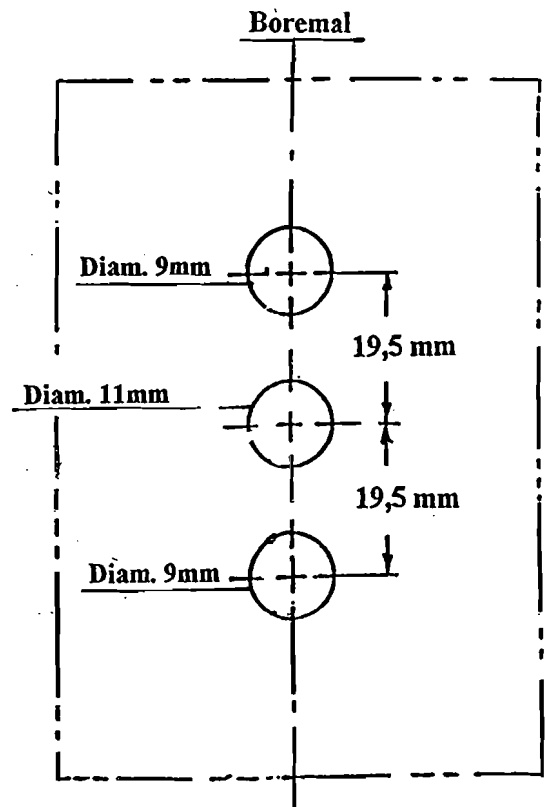

Fig. 1
- 1) Bor 3 stk hull i 2. seksjon med diam. 11 og 9 mm slik boremalen viser på fig. 1. **Bor fra utsiden!**